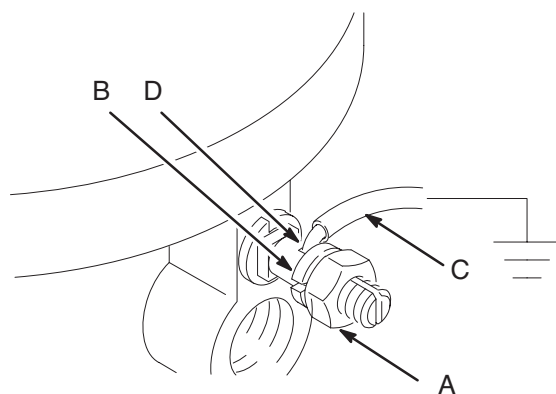

Рис. 1
- **Насос:** Используйте провод заземления и зажим, как показано на Рис. 1. Ослабьте затяжку контргайки (A) болта заземления и шайбы (B). Вставьте один конец провода заземления (C) с минимальным сечением 1,5 мм² в прорезь болта (D) и надёжно затяните контргайку. Подсоедините другой конец провода к фактической линии заземления.